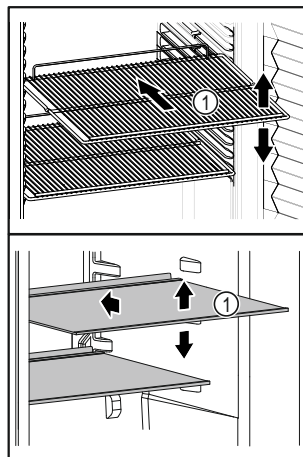

Fig. 61 Примерное изображение
- ❑ Если полки для хранения Fig. 61 (1) можно переставлять, отрегулируйте высоту их установки.